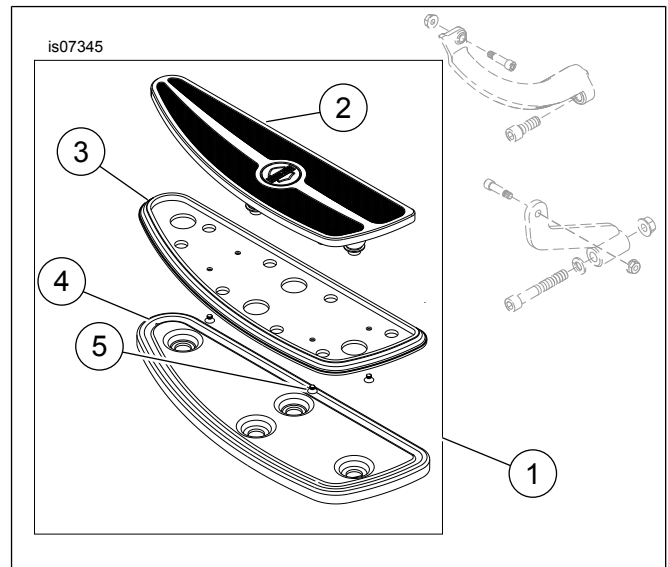

Figure 1. Pièces de rechange : Marchepied pour motocycliste de la collection Burst
Consultez Figure 1 et Tableau 1 .
- Consultez Figure 1 . Placer le marchepied correct en position sur les supports de fixation. Aligner les trous et installer les vis pivotantes et les écrous enlevés à l'étape 1. Les écrous doivent être sur la face intérieure.